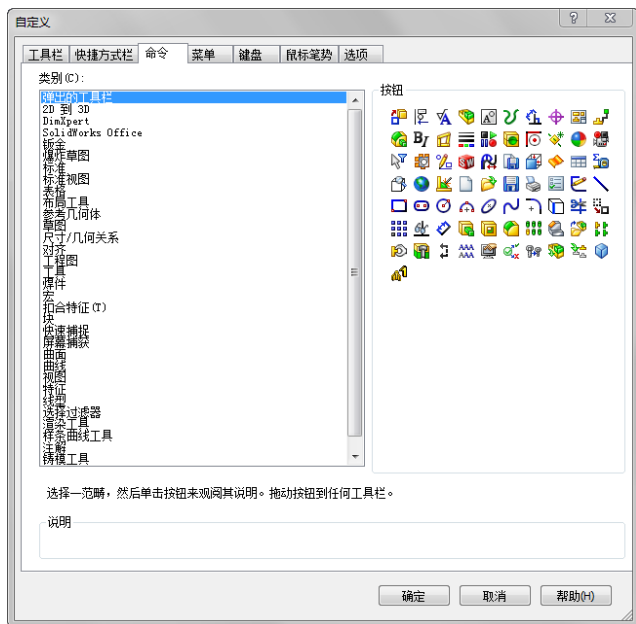

图 1-4 「自定义」对话框的「命令」选项卡
(1) 选择 [工具] | [自定义] 命令, 或在工具栏区域右击, 在弹出的快捷菜单中选择 [自定义], 从而打开 [自定义] 对话框。
(2) 单击 [命令] 标签, 打开 [命令] 选项卡, 如图 1-4 所示。
(3) 在「类别」一栏中选择要改变的工具栏。